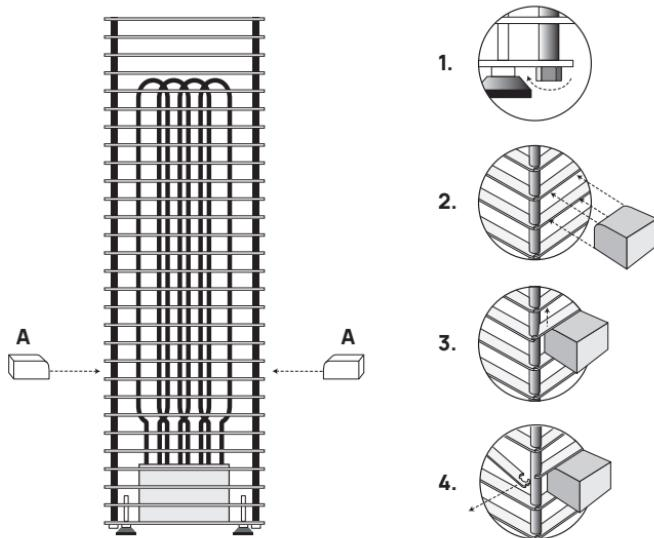

Figure 3. Ouverture des nervures du chauffe-sauna HUUM CLIFF
Afin de faciliter la pose des pierres, toutes les nervures du poêle peuvent être retirées à l'aide de cales en bois (A). Voir **Figure 3.**